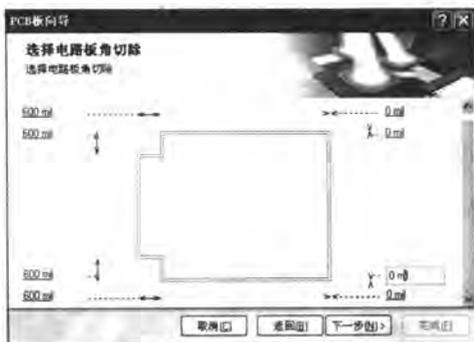

图 8-21 角切除设置
- 【角切除】:** 选中该复选框, 单击 **下一步(N) >** 按钮会进入角切除窗口, 如图 8-21 所示。在该窗口中, 根据特殊板形要求, 可以设定尺寸, 切除 PCB 的方形板角。此处不必选中